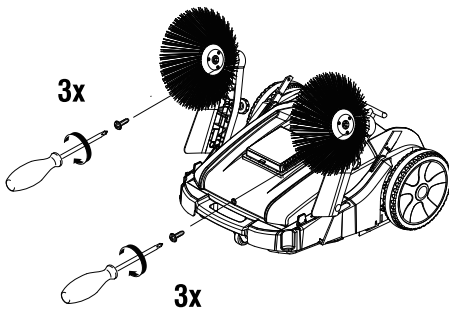

Fig. 2 – Montagem das escovas na varredeira
- a. Retire as escovas laterais (5) de dentro do reservatório (1) e com o auxílio da chave phillips, fixe as escovas (5) nos braços direito (3) e esquerdo (6), conforme Fig. 2